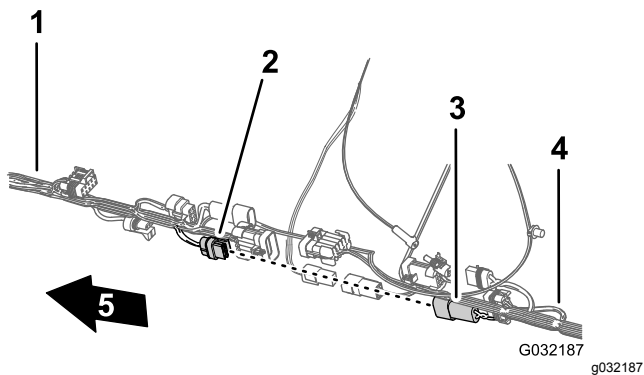

図 117
4. 前方ハーネスのすぎポンプ用2ピンコネクタを、後方ハーネスのすぎポンプ用2ソケットコネクタに接続する 図 117。